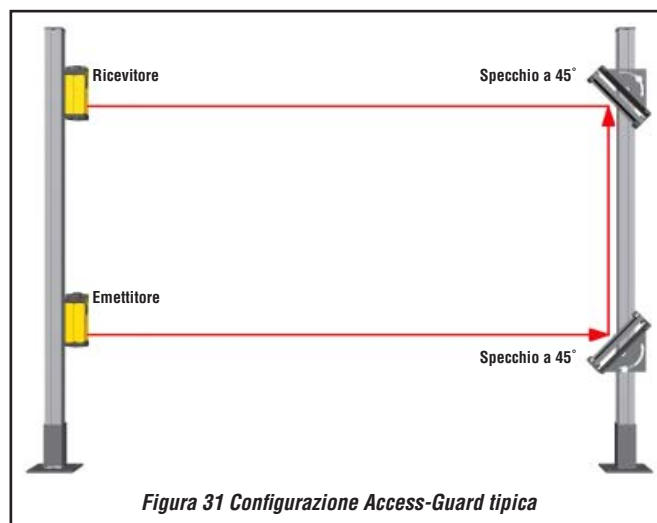

Figura 31 Configurazione Access-Guard tipica
- 2) Utilizzare le staffe di fissaggio fornite per montare l'emettitore e il ricevitore su di una colonna e gli specchi SSM-100 sull'altra colonna (utilizzando staffe inclinate a 45°) (Figura 31 a pagina 35).